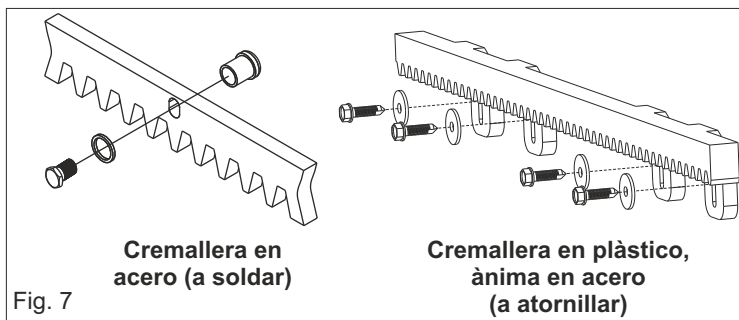

Fig. 7
5.2. Fijar en cada elemento de cremallera las lenguetas de soportar mediante los relativos tornillos de bloqueo, teniendo cuidado de posicionarlos en la parte superior del ojal (Fig. 7);